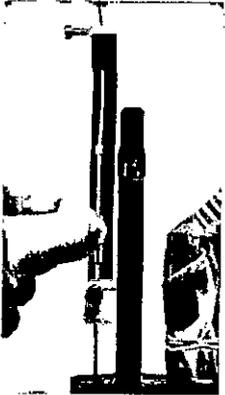

Figura 51
21. Levante el tubo de inserción. (Ver Figura 51)